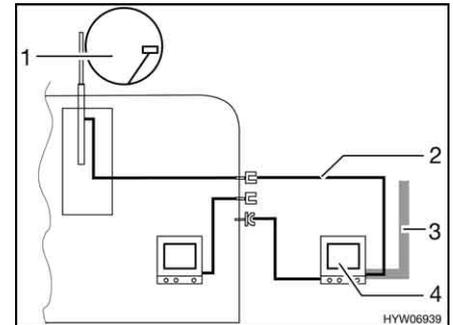

Bild 129 TV im Vorzelt
- TV im Vorzelt (Bild 129,4): Anschluss an Dachantenne (Bild 129,1) mit Verbindungskabel (Bild 129,2)
- TV im Vorzelt (Bild 129,4): Anschluss an externe Antenne (Bild 129,3)